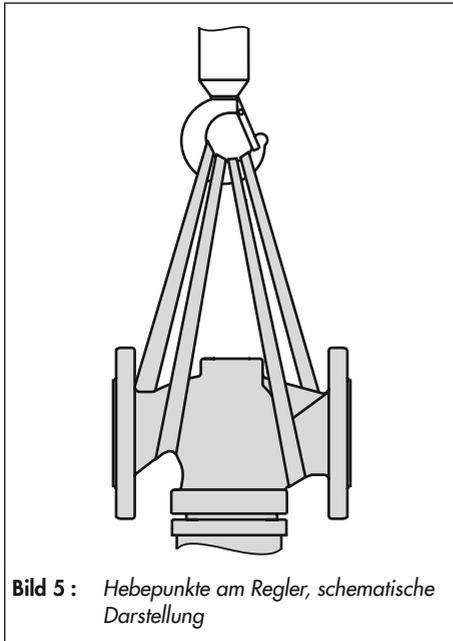

Bild 5 : Hebepunkte am Regler, schematische Darstellung
1. Je eine Hebeschlinge am Gehäuseflansch und am Tragmittel (z. B. Haken) des Krans oder Gabelstaplers anschlagen, vgl. Bild 5.
SAMSON empfiehlt, als Tragmittel einen Haken mit Sicherheitsverschluss zu verwenden, vgl. Bild 5. Der Sicherheitsverschluss verhindert, dass die Anschlagmittel beim Heben und Transportieren vom Haken rutschen.